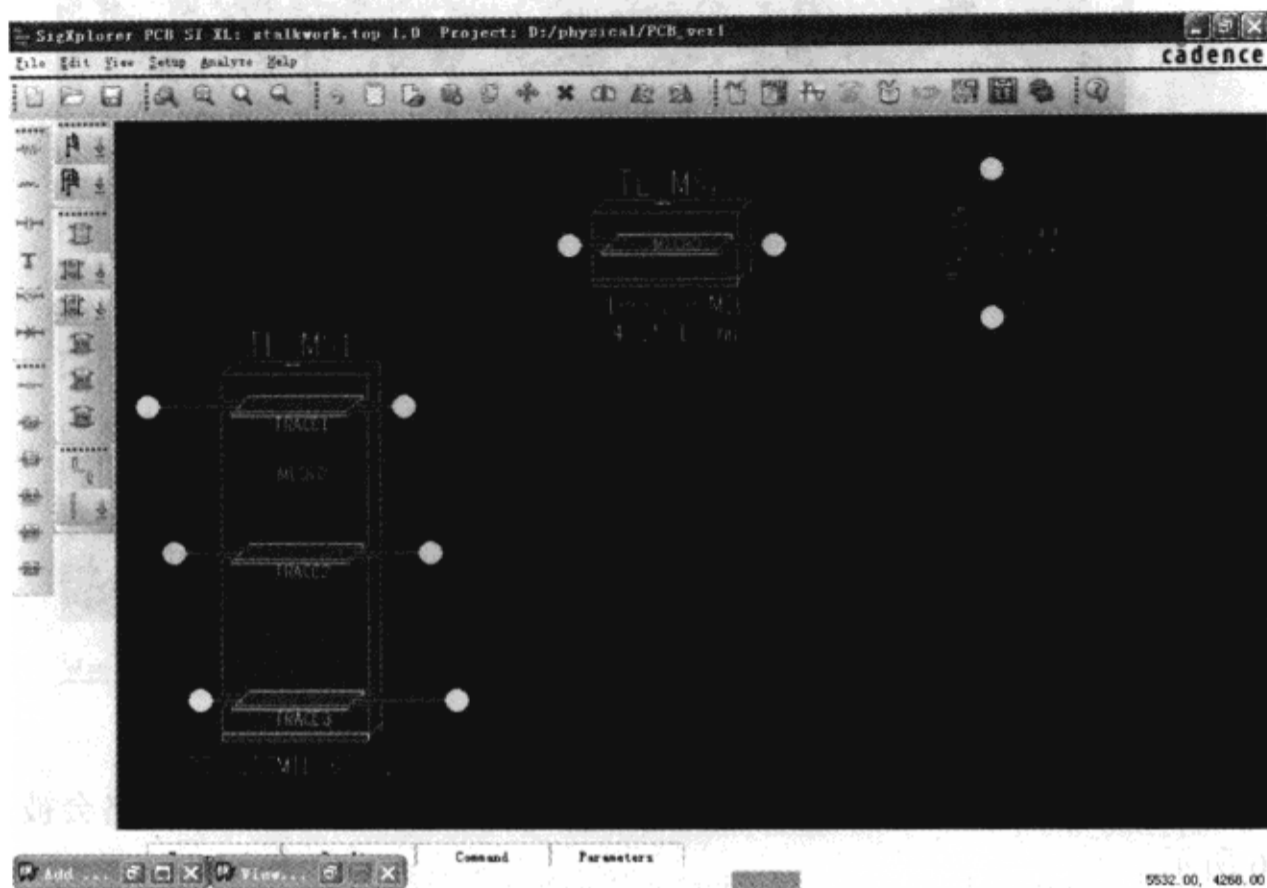

图 3-10-22 旋转元件
(5) 单击鼠标左键选中电阻，执行菜单命令“Edit”→“Rotate Right”，旋转元件到一个垂直位置，如图 3-10-22 所示（仅分立元件如电阻、电容、电导能被旋转）。